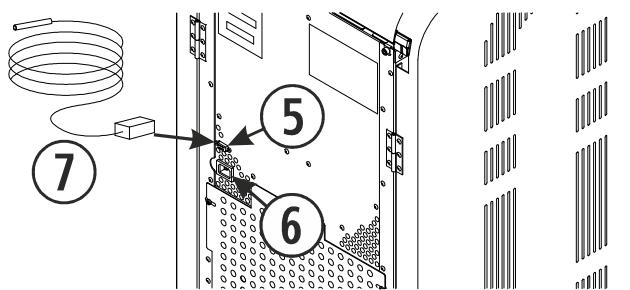

Figura 8
A sonda de ambiente (7) e o cabo de alimentação ligam-se na parte traseira da estufa indica a figura 8. Saberemos que a estufa o reconhece porque veremos a temperatura ambiente no painel de comandos. Se ligarmos um termostato ou contacto, no lugar de visualizar a temperatura ambiente aparecerá (·) indicando-nos que há algo ligado na porta de comunicação.